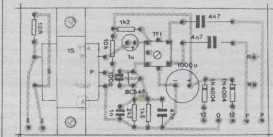

Fig. 5
- FIGS. 5 e 6 - CHAPEADOS DA MONTAGEM - Na mesma ordem já vista (transmissor/receptor), vemos agora as